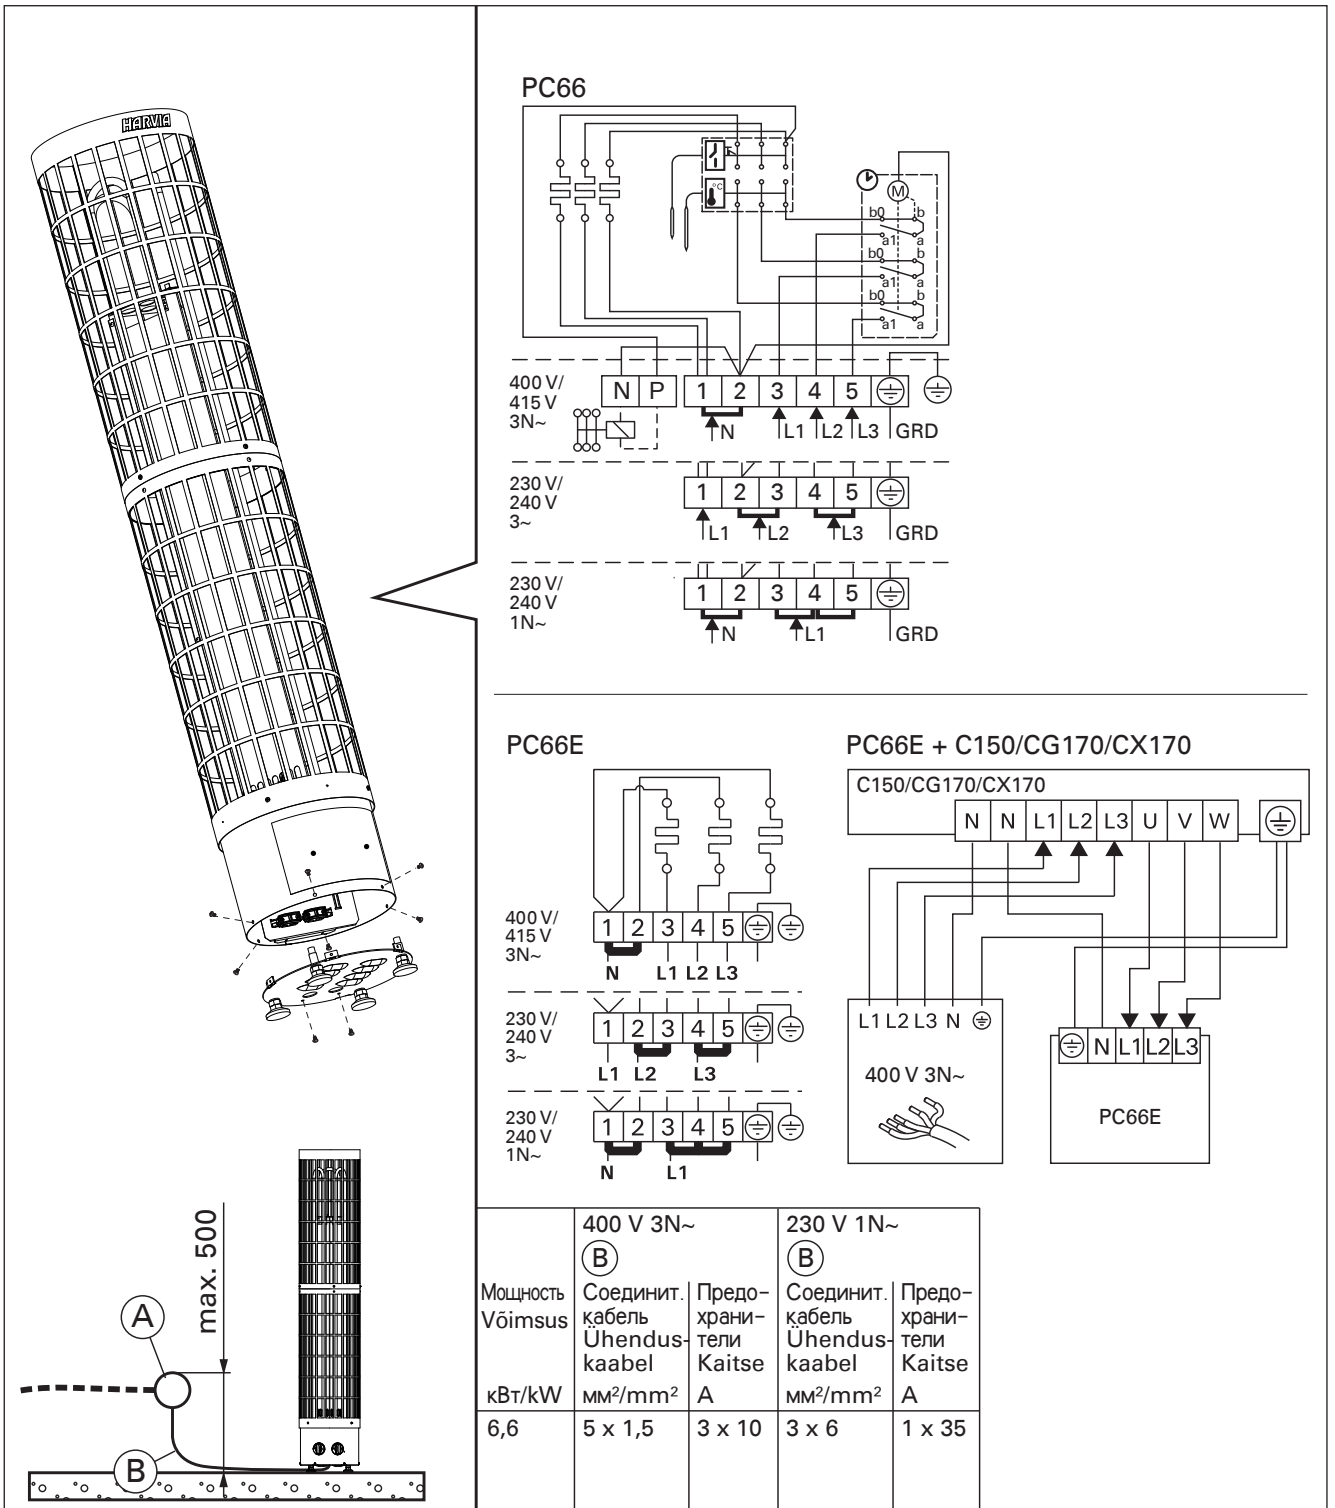

Рисунок 8. Электромонтаж
- Каменка гибким проводом подсоединяется к соединительной коробке (рис. 8: А) на стене сауны. Соединительная коробка должна быть брызгозащитной и находиться на расстоянии не более 500 мм от пола.
- В качестве кабеля (рис. 8: В) следует использовать резиновый кабель типа H07RN-F или подобный. **ВНИМАНИЕ! Использование кабеля с ПВХ-изоляцией запрещено вследствие его разрушения под воздействием тепла.**
- РС66: Кроме клемм питания каменка оснащена также клеммой (Р), которая делает возможным управление электрическим нагревом (рис. 8). Управляющее напряжение передается от каменки, когда она включена. Кабель управления электронагревом подводят прямо к соединительной коробке каменки и дальше к